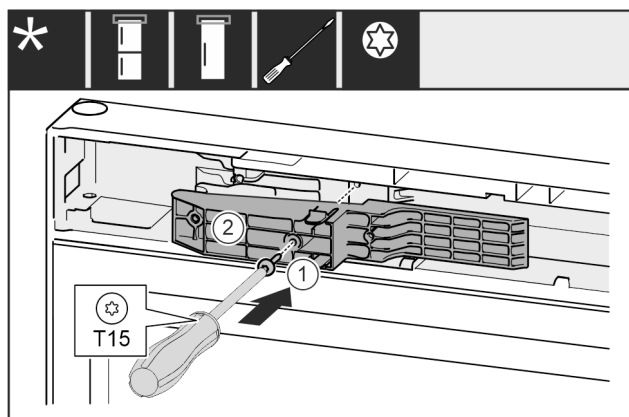

Fig. 50 *
- ▶ Indsæt adapterstykket Fig. 50 (1) i udsparringen på grebssiden.*
- ▶ Skru skruen Fig. 50 (2) fast med en skruetrækker.*